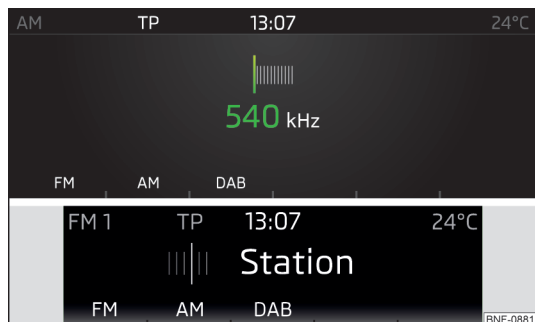

Fig. 100
- ▶ Nel menu principale **Radio** premere il tasto **RADIO** e il tasto funzione corrispondente **FM**, **AM** oppure **DAB** » fig. 100.